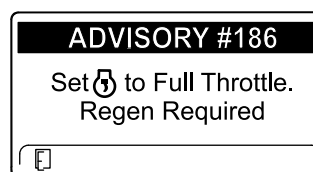

Figura 38
**Nota:** Si el InfoCenter muestra la ADVERTENCIA N° 186 (Figura 38), ponga el motor en velocidad máxima (ralentí alto) para permitir que continúe la regeneración de reinicio.